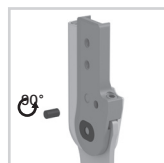

Fig. 19
- 7 Gire la parte desgastada del pasador para fijar la rosca aprox. 90° (fig. 19).